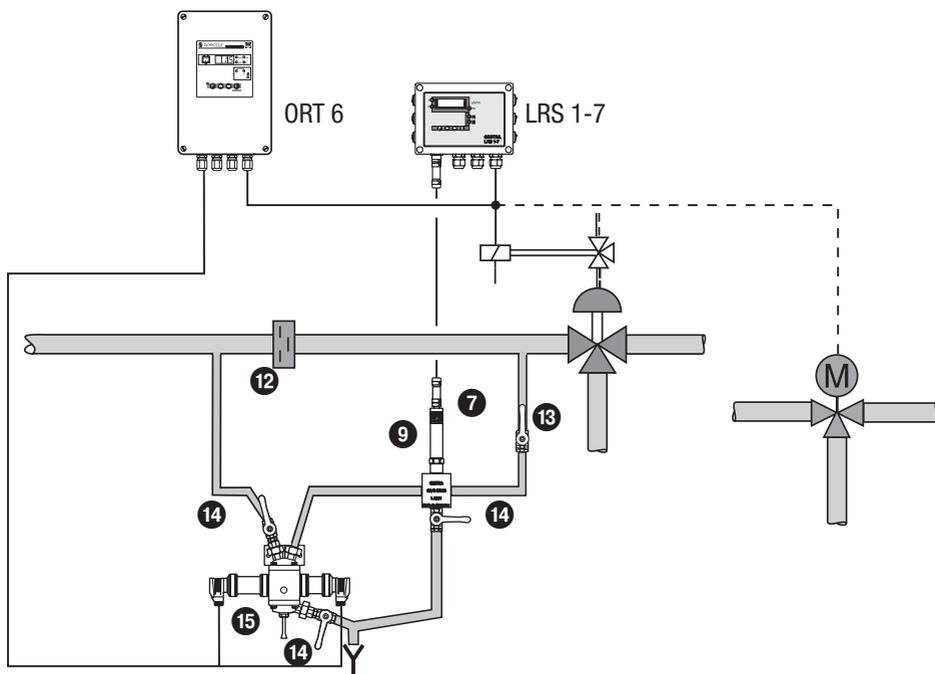

Рис. 8
- Электрод для измерения электропроводности и измерительный датчик ORG 12 / 22 устанавливаются в байпасе, который находится ниже главной магистрали, чтобы предотвратить контакт пузырьков воздуха и пара вторичного вскипания с электродом. Соблюдайте также требования инструкции по эксплуатации OR 52-5 / OR 52-6. **Рис. 8**